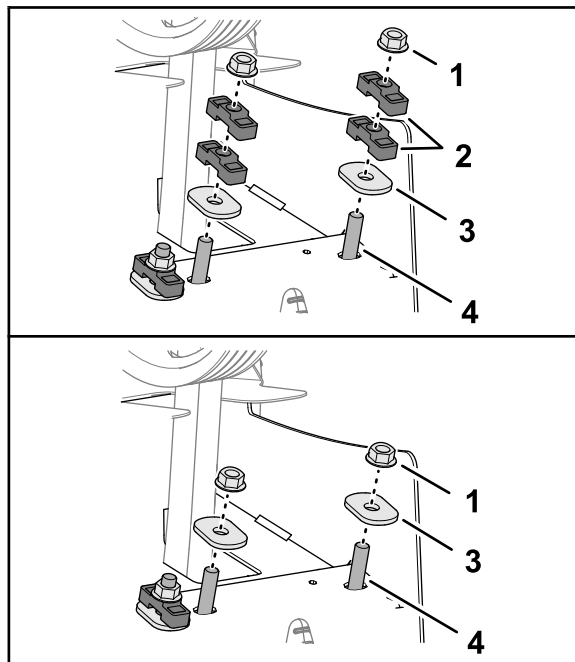

Figura 134
6. Fixați arborele amortizorului și distanțierul la cadrul din spate cu aibe ovale întărite și contrapiuliile (Figura 134).